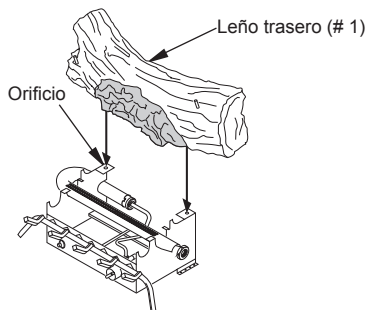

Figura 18 - Instalación del leño trasero
1. Ubique los sujetadores en la parte inferior del leño trasero (# 1). Deslice estos sujetadores en los orificios ubicados en la base de la parrilla, detrás del quemador (consulte la figura 18).